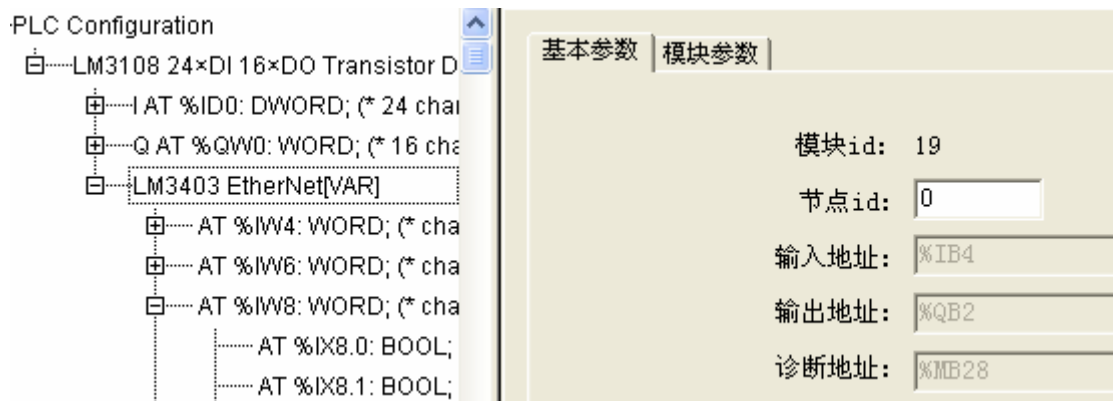

图 B-3-2
- 以太网功能块中的 Address 与图 B-3-2 所示的节点 id 一致，PC 机向 PLC 发送的数据 A、B 分别存放在下图所示的 %IW4、%IW6，位 C 存放在 %IX8.0。